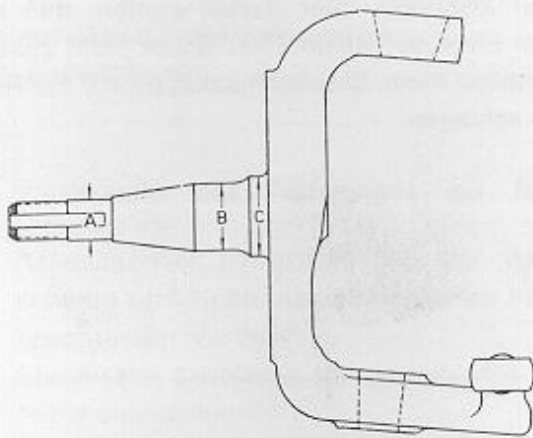

Bild 106
- Kontrollieren, ob sich der Achsschenkel wieder verwenden läßt, indem man die Abmessungen der Lagerflächen am Achsstumpf ausmißt, wobei besonders auf irgendwelche Riefen zu achten ist. Bild 106 zeigt die zu messenden Flächen. Nicht versuchen, einen verbogenen Achsschenkel gerade zu richten.